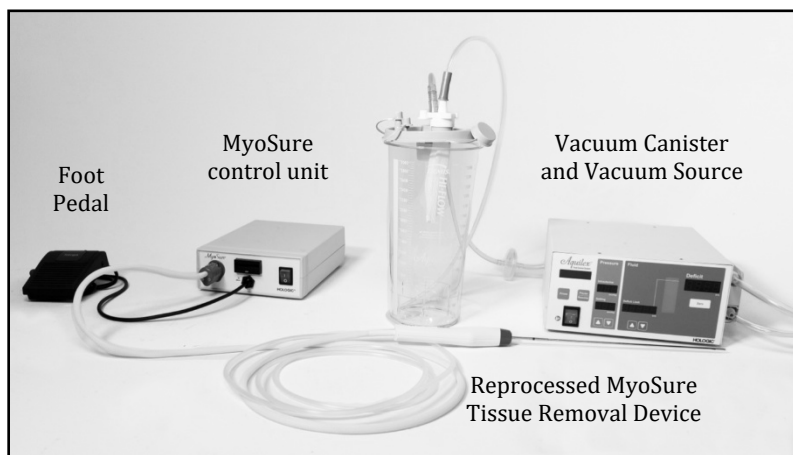

FIGURE 2 : CONFIGURATION DU SYSTÈME
1. Consultez le schéma de configuration du système de la figure 2 pour un aperçu de la configuration.